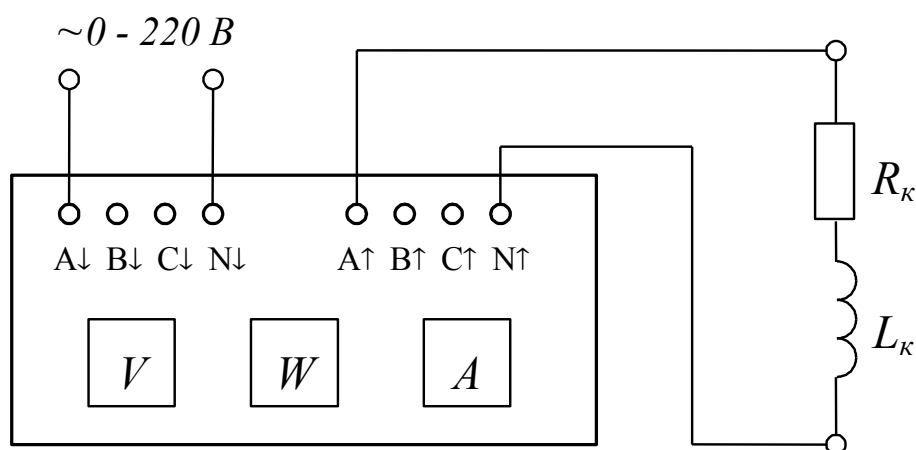

Рис. 7
2. Определить параметры катушки индуктивности (панель № 4), подключив ее к измерительному комплексу К540 (рис. 7). Установить ЛАТРоМ напряжение питания $U = 20...25$ В (по указанию преподавателя). Результаты измерений занести в табл. 1.